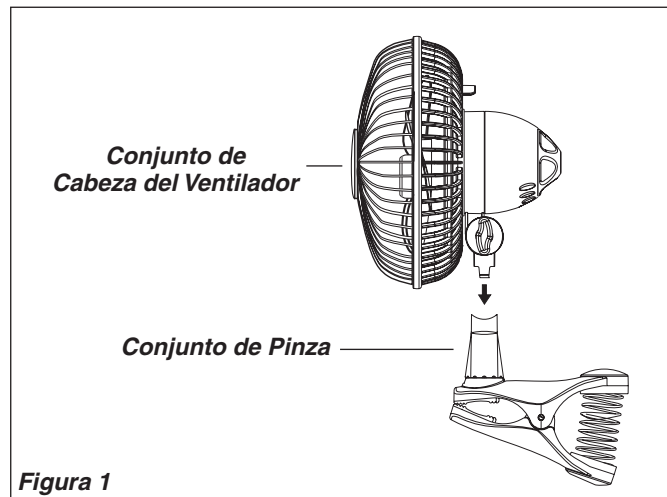

Figura 1
1. Inserte el **Conjunto de Cabeza del Ventilador** en la ranura de la **Conjunto de Pinza** hasta que esté completamente seguro. (Figura 1)